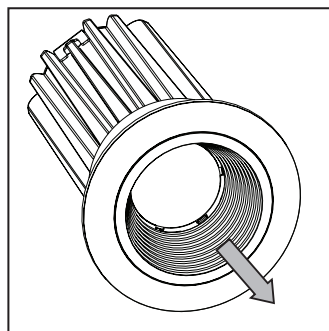

Figura 14
Paso 1. Saque el deflector o el reflector del borde. Puede ser necesario insertar un pequeño destornillador entre el deflector y el sujetador del óptico para liberarlo haciendo palanca (Figura 14).